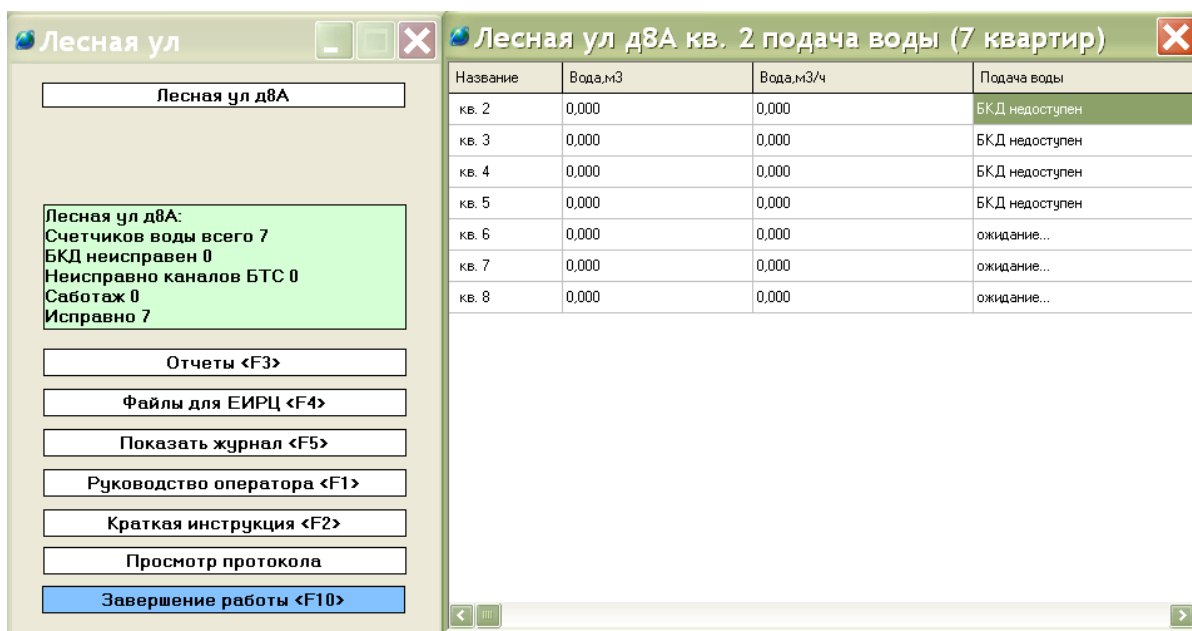

Рисунок 82
2) Временно отключить БИУ-Р от линии интерфейса СОС-95. Длительность отключения должна превышать заданный период обновления информации в системе. Проверить формирование сообщения «Неисправен БИУ» в ячейках «Подача воды» в таблице для тех квартир, которые подключены к проверяемому БИУ-Р (рисунок 82).